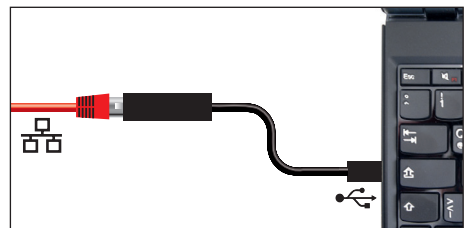

Abb. 8 Konverter Ethernet–USB
- ▶ Konverter Ethernet–USB (Abb. 8). Damit ist es möglich, den Ethernetanschluss des Geräts (siehe Seite 13) mit dem USB-Anschluss eines PCs/Laptops zu verbinden.